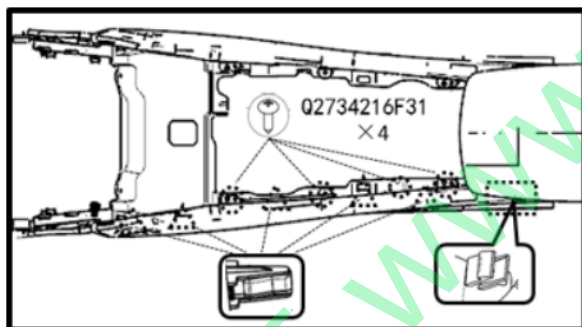

图1.6.8 副仪表板左饰条总成的拆卸
- (1) 先用十字螺丝刀将固定副仪表板左饰条总成的四个Q2734216F31十字槽大半圆头自攻螺钉依次松开并取下螺钉;
- (2) 双手放在副仪表板左饰条总成上用力往外拉，使副仪表板左饰条总成与副仪表板本体的五个安装式塑料卡扣和一个安装卡脚全部脱离，即可拔出。如图1.6.8所示（副仪表板右饰条总成的拆装与副仪表板左饰条总成相同）。